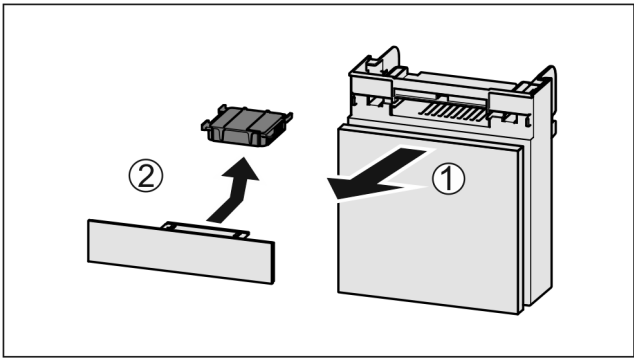

Fig. 106
- Estrarre il vano tirando in avanti Fig. 106 (1).
- Rimuovere il filtro a carboni attivi Fig. 106 (2).